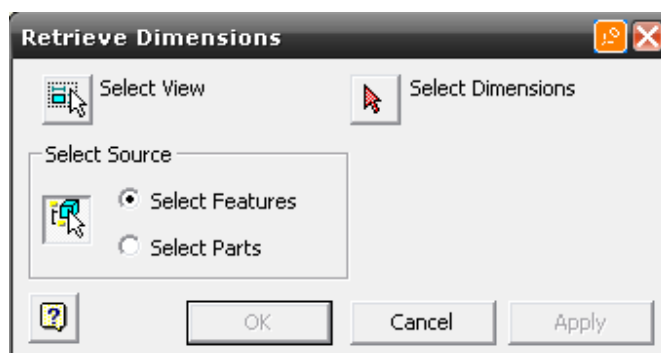

Figura 4.33 Ventana grafica de recuperador de dimensiones.
- 3.-Un recuadro surgirá en su pantalla, figura 4.33.